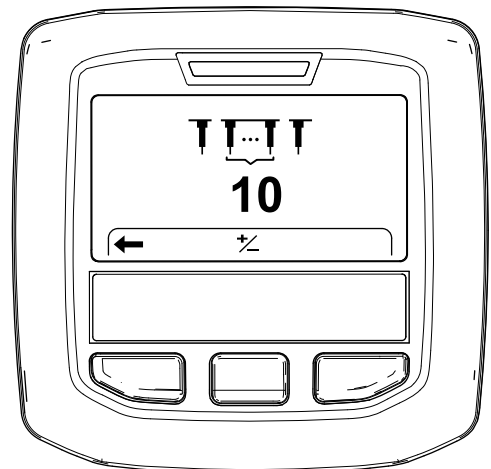

図 50
6. インフォセンターの右ボタンを押して「タインの数の設定」Setting the Tine Quantity画面を出す 図 50。